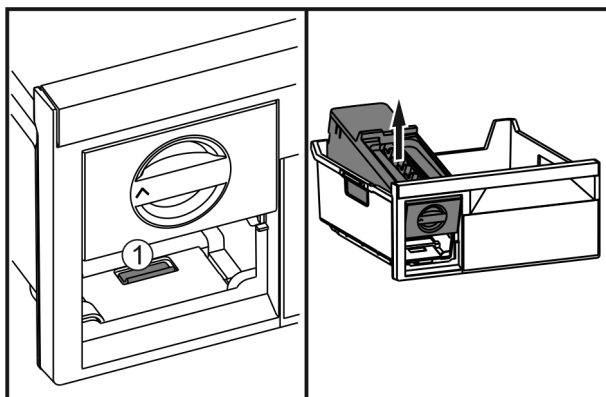

Fig. 80
- ▶ Нажать на накладку Fig. 80 (1), EasyTwist-Ice поднять сзади и вынуть из выдвижного ящика морозильника.